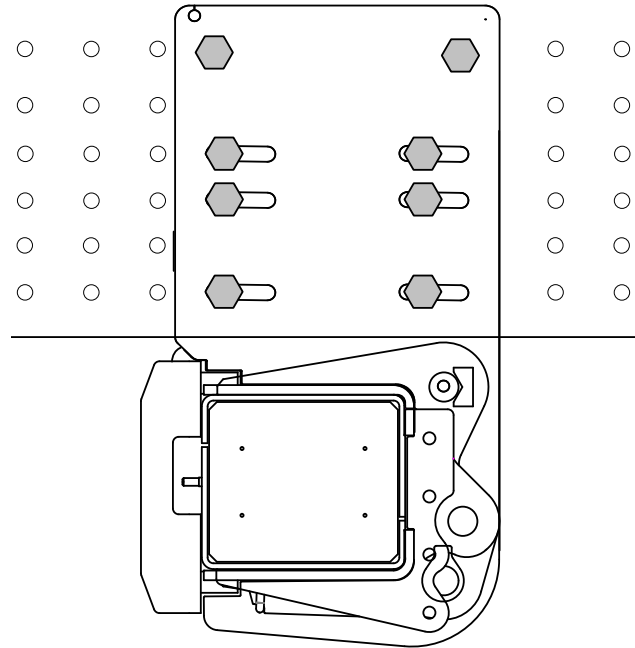

Abb.30. Montage der Rahmenbefestigung am Fahrzeugrahmen mit vorgebohrten Löchern
15. Schrauben Sie die Befestigungen an der Außenseite des Fahrzeugrahmens an. Montieren Sie mindestens 6 Schrauben in die vorgebohrten Löcher. Verwenden Sie die passenden Schrauben (Festigkeit entsprechend M14 10.9 oder höher) und montieren Sie die dazugehörige Unterlegscheibe und Mutter an die Innenseite des Fahrzeugrahmens. Montieren Sie die Schrauben, ohne diese anzuziehen. Siehe Abb.30.
18. Bohren Sie Löcher in den Fahrzeugrahmen für Befestigungsschrauben in jedes der zwei oberen runden Löcher der Befestigung. Verwenden Sie die passenden Schrauben (Festigkeit entsprechend M14 10.9 oder höher) und montieren Sie die dazugehörige Unterlegscheibe und Mutter an die Innenseite des Fahrzeugrahmens. Siehe Abb.30. Ziehen Sie die Schrauben mit einem Drehmomentschlüssel an. **Anzugsmoment: Standard für gewählte Schraube.**